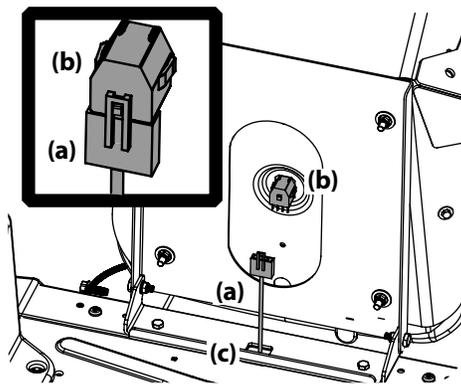

Figura 2-12
- Si es necesario, conecte el mazo de cables del interruptor del asiento (a) al interruptor del asiento (b), como se muestra en la Figura 2-12. Asegúrese de empujar el cable excedente del cableado para que ingrese en el orificio de la caja del asiento (c) antes de continuar.